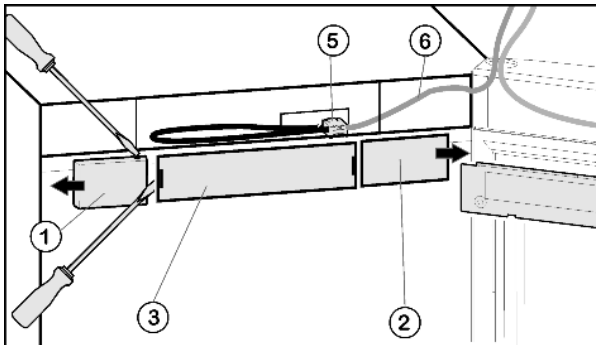

Fig. 4
- Retirar la cubierta en el lado del tirador Fig. 4 (1): desenchájela a la derecha con el destornillador para tornillos de cabeza ranurada y deslícela hacia fuera.
- Retirar la cubierta en el lado de la bisagra Fig. 4 (2): desenchájela a la izquierda con el destornillador para tornillos de cabeza ranurada y deslícela hacia fuera.
- Retire el panel frontal Fig. 4 (3) con el destornillador para tornillos de cabeza ranurada.
- Extraiga el contacto y suelte la conexión por enchufe Fig. 4 (5).
- Suelte el cable Fig. 4 (6) gris de la guía.
- Restablezca la conexión por enchufe Fig. 4 (5).
- Vuelva a colocar la cubierta Fig. 4 (3).
- Coloque y encaje la cubierta Fig. 4 (2) desde fuera por el lado de la bisagra girándola 180°.